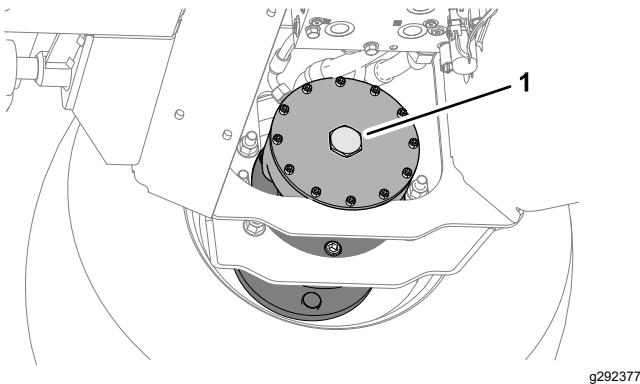

Bild 49
2. Montieren Sie die Sechskantschraube an die Motorenplatte (Bild 49).
6. Verstauen Sie die beiden Schrauben, (12 x 40 mm) und Beilagscheiben (12 mm) in den Stützschielen der Plattform (Bild 49).